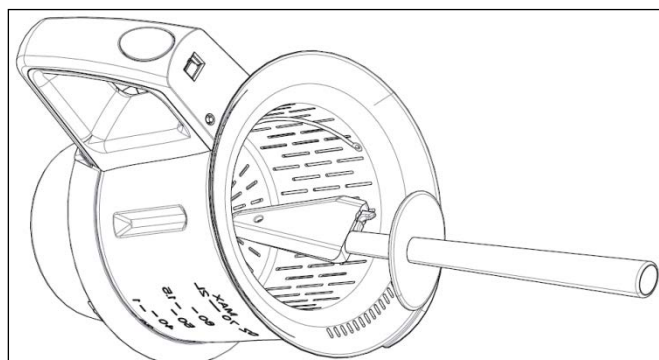

Figura 18
4. Espátula: Puede raspar los ingredientes de la pared interior de la jarra SS. Al filtrar el jugo, también se puede utilizar para fijar la cesta, y al mismo tiempo para asegurar la separación de los jugos y los ingredientes sólidos. (Figura 18).